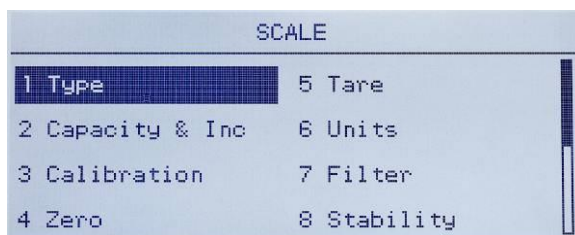

Abbildung 3-16: Setup-Menü „Waage“, erste Seite
2. Während sich „Waage“ im Fokus befindet, drücken Sie auf die EINGABE-Taste oder auf die 1 auf dem numerischen Tastenfeld, um die Tastaturkürzelmethode zu verwenden. In Abbildung 3-16 ist die erste Auswahl der Unterzweige für „Waage“ dargestellt.